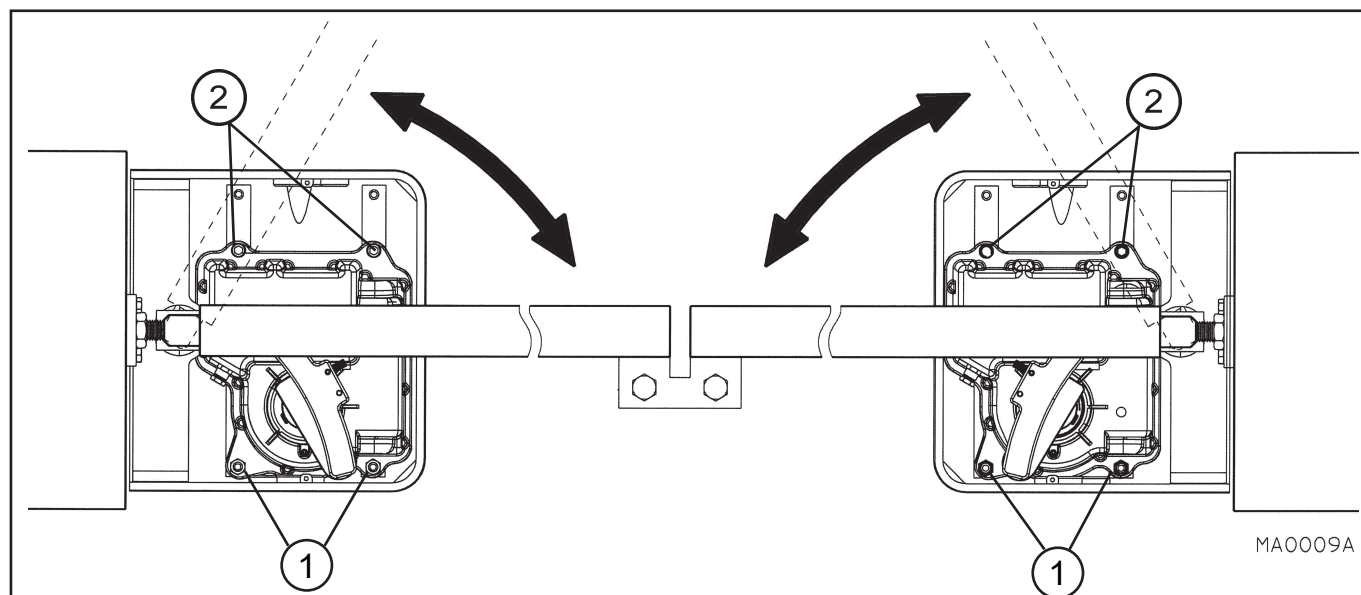

Fig. 7
- Posizionare il motoriduttore all'interno della cassa di fondazione prestando attenzione all'orientamento (vedere fig. 7)
- Bloccarlo con i due dadi autofrenanti (1 fig. 7) e le due viti (2 fig. 7) in dotazione.
- Place the operator inside the foundation box taking care to position it correctly (see fig. 7).
- Lock in place using the two self-braking nuts (1 fig. 7) and the two screws (2 fig. 7) provided.
- Расположить редукторный двигатель внутри контейнера основания, тщательно соблюдая его ориентировку. (см. рис. 7)
- Зафиксировать его самотормозящими гайками (1 рис. 7) и двумя винтами (2 рис. 7) из комплекта.